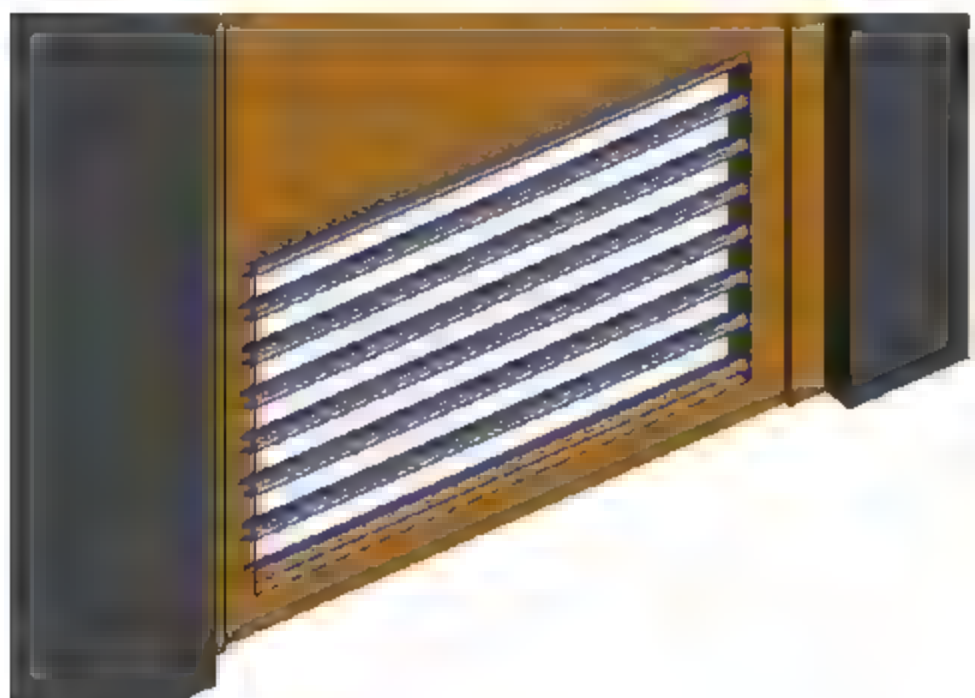

图 6.1.34 下部百叶窗 3D 图
(32) 编辑百叶窗材质。单击百叶窗棹,单击“属性”面板中“材质和装饰”栏“材质”右侧的“=”按钮,弹出“关联族参数”对话框,选择“门板材质”,单击“确定”按钮,如图6.1.33所示。3D效果如图6.1.34所示。